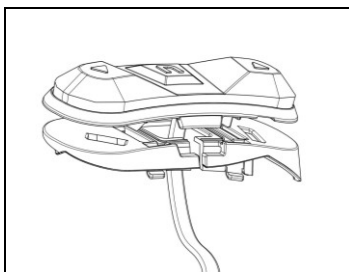
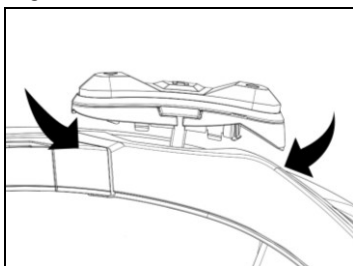

Fig. 19
Fig. 20
- Vrid stödet till knappsatsen så att det sitter som i Fig. 19 och haka fast det vid knappsatsen (Fig. 20).